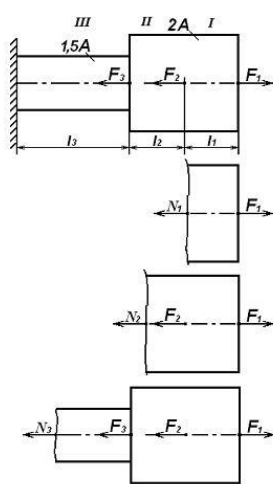

Рис. 2.1
**Дано:** ступенчатый стержень, нагруженный продольными силами (рис. 2.1)  $F_1 = 80 \text{ кН}$ ;  $F_2 = 70 \text{ кН}$ ;  $F_3 = 40 \text{ кН}$ ;  $l_1 = 1,0 \text{ м}$ ;  $l_2 = l_3 = 0,5 \text{ м}$ ;  $A = 10 \text{ см}^2$ .
**Решение:** 1. Разбиваем стержень на участки, начиная со свободного (не закрепленного) конца. Границы участков – точки приложения сосредоточенных сил и сечения, в которых происходит изменение поперечных размеров стержня. Определяем величину продольной силы  $N_i$  в пределах каждого участка с учетом правила знаков (рис. 2.1).